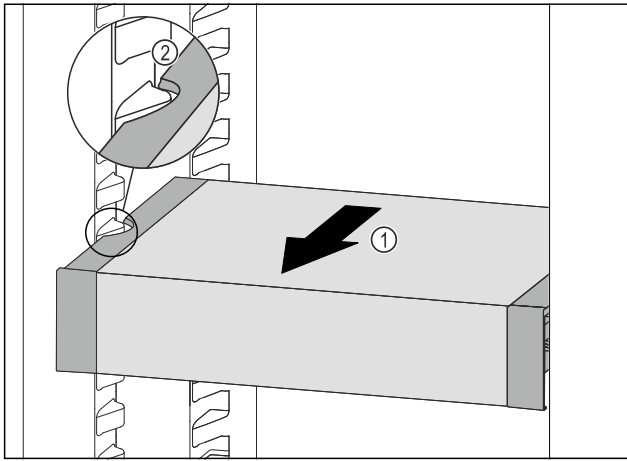

Fig. 96
- ▶ Потягнути VarioSafe вперед Fig. 96 (1), поки бокові заглиблення VarioSafe не опиняться на рівні ребра для ємності в охолоджувальному відділенні. Fig. 96 (2)